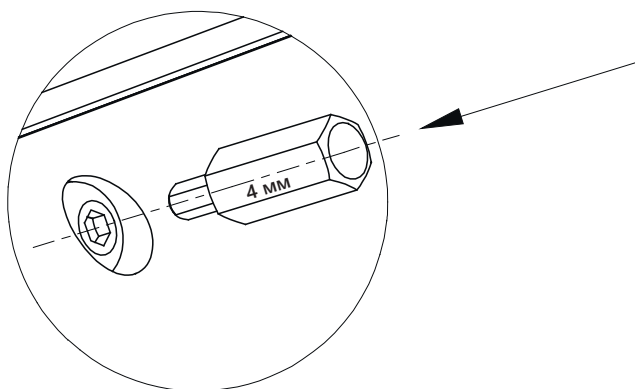

Рис. 31
- затем с помощью ключей 7 и 15 (рис. 1) отвернуть зажимную гайку 79 крепления пильного диска 32 (рис. 31);
В случае замены (регулировки) строгальных ножей для сохранности целостности винтов и резьбы строгального вала перед откручиванием производить осадку винтов (удар по шляпке винта молотком через шестигранную биту), рис. 31. Это необходимо для снятия напряжения в резьбовой части винтов. В случае срыва шестигранника («слизывание» граней), вбейте в отверстие винта звездочку биту T-27 TORX и выкрутите винт. В последующем, такие винты следует заменить на новые.